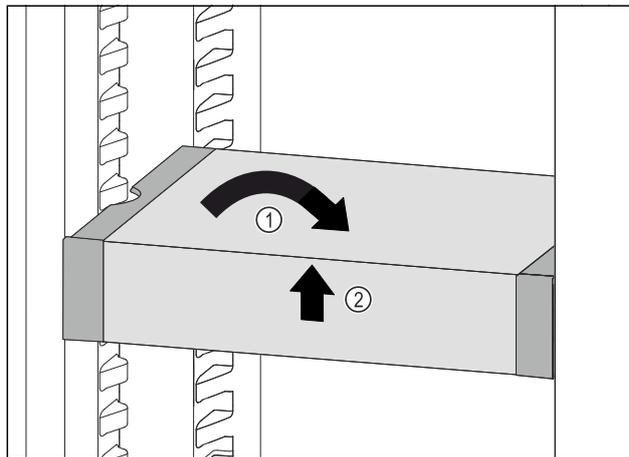

Fig. 49
- ▶ Predal VarioSafe postavite ravno. Fig. 49 (1)
- ▶ Predal VarioSafe dvignite spredaj. Fig. 49 (2)